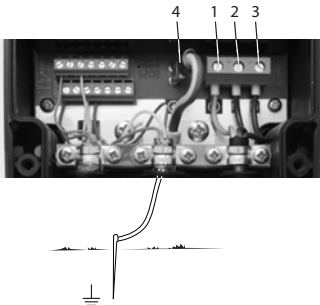

Abb. 4 Elektrischer Anschluss und Erdung
Hinweis Verfügt das Versorgungskabel zum Schnittstellengerät über keinen Schutzleiter, ist ein separater Masseanschluss an die interne Masseklemme anzuschließen. Siehe Abb. 4, Pos. 4.
2. Das Versorgungskabel an das Schnittstellengerät (Abb. 4, Pos. 1, 2 und 3) anschließen.
3. Verfügt das Versorgungskabel über keinen Schutzleiter, ein externes Massekabel (Pos. 4, Abb. 4) anschließen. Vor dem Anschließen des Versorgungskabels/Schutzleiters die Masse-schelle lösen.